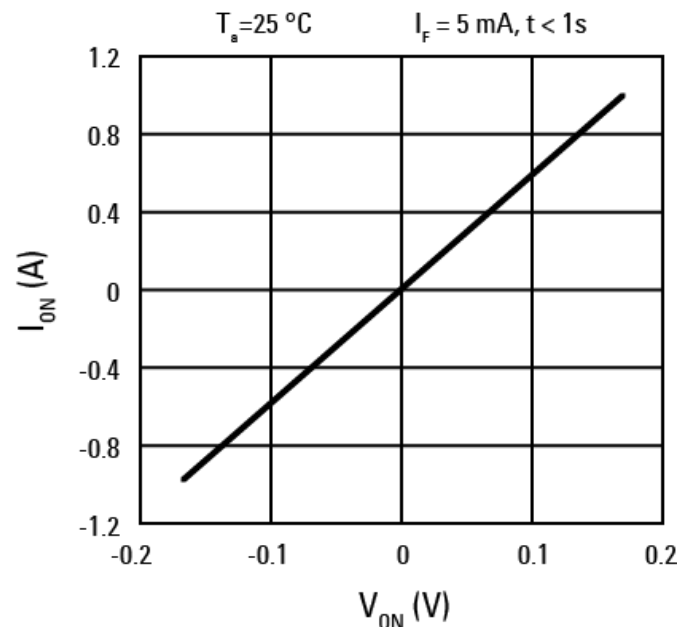

Fig 1. $I_{ON} - V_{ON}$
- メカニカルリレーにおける接触抵抗にあたる特性で、フォトリレー出力部の電流-電圧特性を表します (Fig. 1)。この直線の傾きが大きいほど R_{ON} が小さいことを表します。